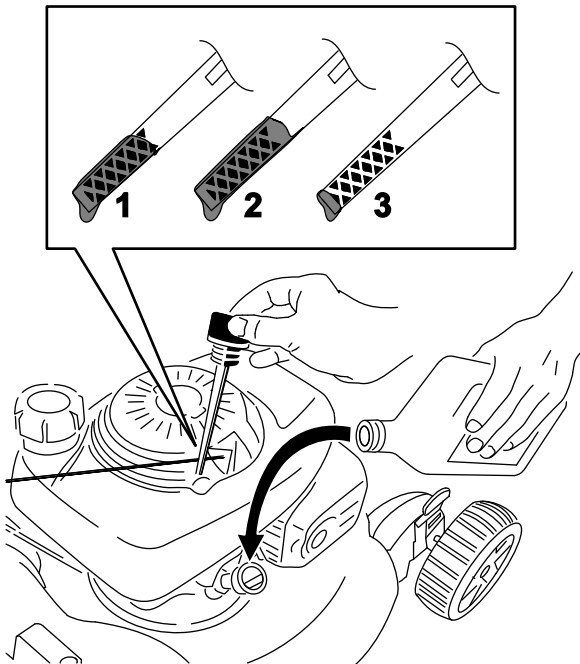

Bild 11
2. Entfernen Sie den Peilstab, indem Sie den Deckel nach links drehen und herausziehen (Bild 11).
5. Lesen Sie den Ölstand am Peilstab ab. (Bild 11)
- Wenn der Ölstand am Peilstab zu niedrig ist (Bild 11), füllen Sie langsam etwas
- Wenn der Ölstand am Peilstab zu hoch ist (Bild 11), lassen Sie Öl ab, bis der Ölstand am Peilstab richtig ist, siehe Wechseln des Motoröls (Seite 16).